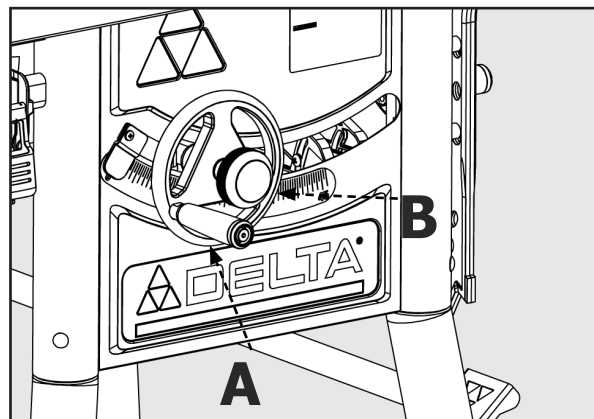

FIGURA 19
Suba o baje la hoja con la rueda manual (A) situada en la parte frontal de la sierra máximo 45° (consulte la Figura 19).
1. Antes de subir o bajar la hoja asegúrese de aflojar la perilla de bloqueo (B) girándola hacia la izquierda.